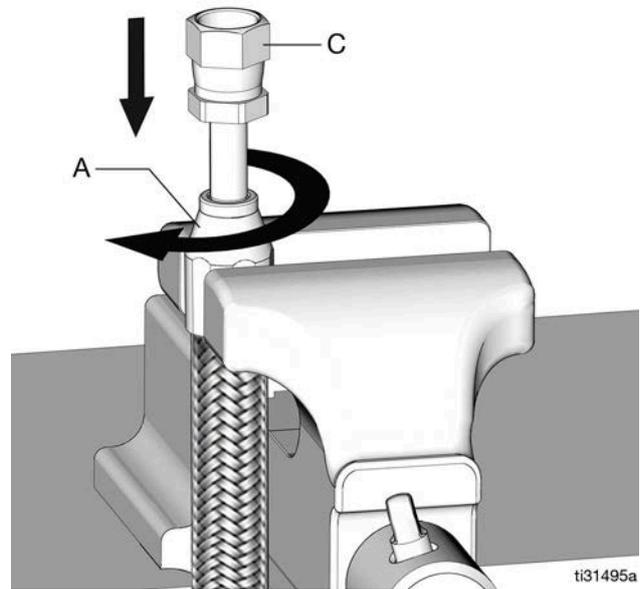

FIG. 68
- Pousser légèrement le mamelon (c) dans la douille (a). En tournant vers la droite, visser le mamelon dans la douille et le tuyau (). (FIG. 68).